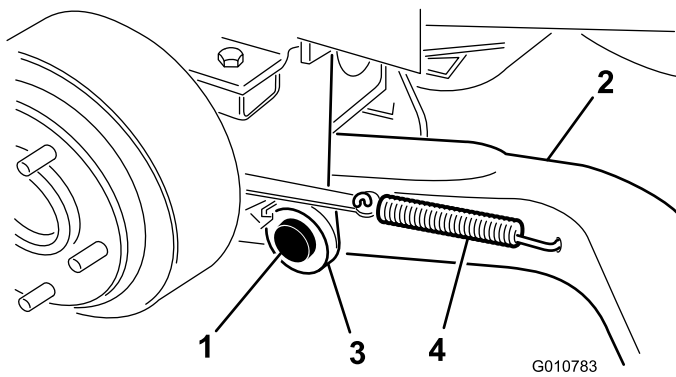

Figure 4
4. Montez un bras de levage (en plaçant la rotule à l'extérieur) sur le support de pivot avec un axe de pivot et une goupille fendue (5/32 x 1-3/4") (Figure 4).
- Accrochez le ressort de rappel de frein dans le trou du bras de levage (Figure 4).